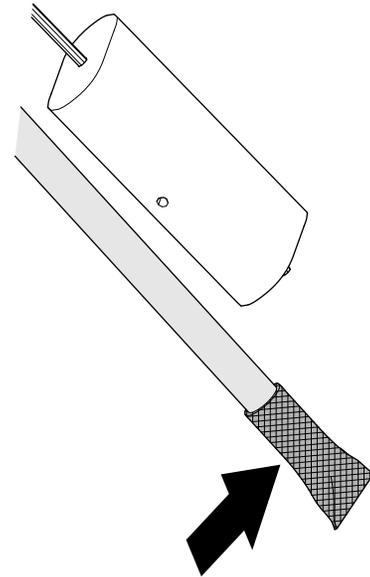

Рисунок 127
1. Очистите сетчатый фильтр на конце топливозаборной трубы (Рисунок 127).